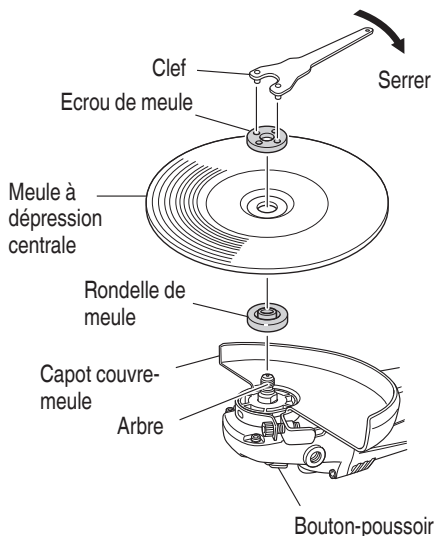

Fig. 5
S'assurer que le bouton-poussoir n'est pas engagée appuyant dessus deux ou trois fois avant de mettre la meuleuse à disque en marche. (Fig. 5)
- (1) Mettre la meuleuse à disque à l'envers de façon que l'arbre soit dirigé vers le haut.
- (2) Aligner l'entaille de forme ovale de la rondelle de meule avec l'encoche de l'arbre, puis les attacher.
- (3) Positionner la protubérance de la meule à dépression centrale sur la rondelle de meule.
- (4) Visser l'écrou de meule sur l'arbre.
- (5) Tout en poussant sur la bouton-poussoir avec une main, verrouiller l'arbre en tournant doucement la meule à dépression centrale avec l'autre main. Serrer l'écrou de meule en utilisant la clef fournie comme montré sur la Fig. 5.
- (6) La taille de la roue doit correspondre à la taille de la garde; à savoir, une nouvelle roue de 7" ne peut pas être utilisée avec une garde de 9" .